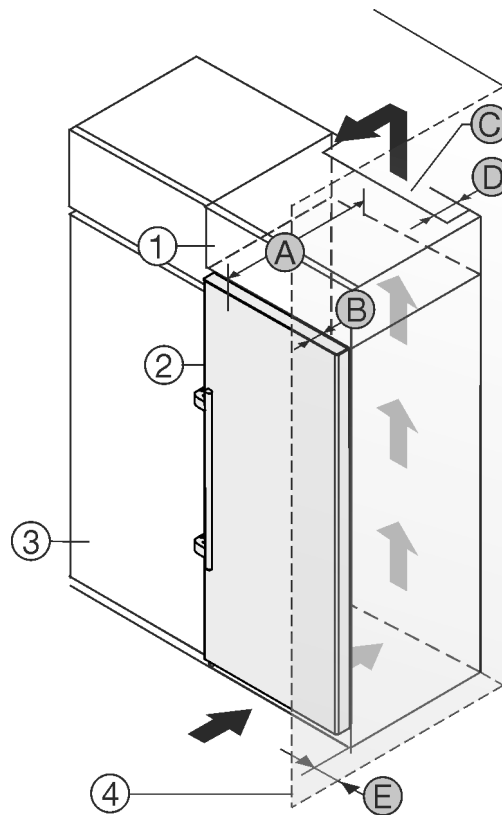

Fig. 1
Вы можете установить устройство непосредственно рядом с кухонным шкафом Fig. 1 (3).
На задней стенке дополнительного шкафчика должен быть вентиляционный канал с глубиной Fig. 1 (D) по всей ширине этого шкафа.
Нужно соблюдать вентиляционное отверстие Fig. 1 (C) под нижней панелью.
Если устройство устанавливается на шарнирах у стены *Fig. 1 (4)*, то расстояние между устройством и стеной должно быть не менее 57 мм. Это соответствует расстоянию, на которое выступает ручка при открытой двери.
Чтобы можно было полностью открыть дверь, устройство должно выступать на глубину двери *Fig. 1 (B)* относительно передней стенки кухонного шкафа. В зависимости от глубины кухонных шкафов *Fig. 1 (3)* и использования пристенных распорок устройство может выступать и больше.